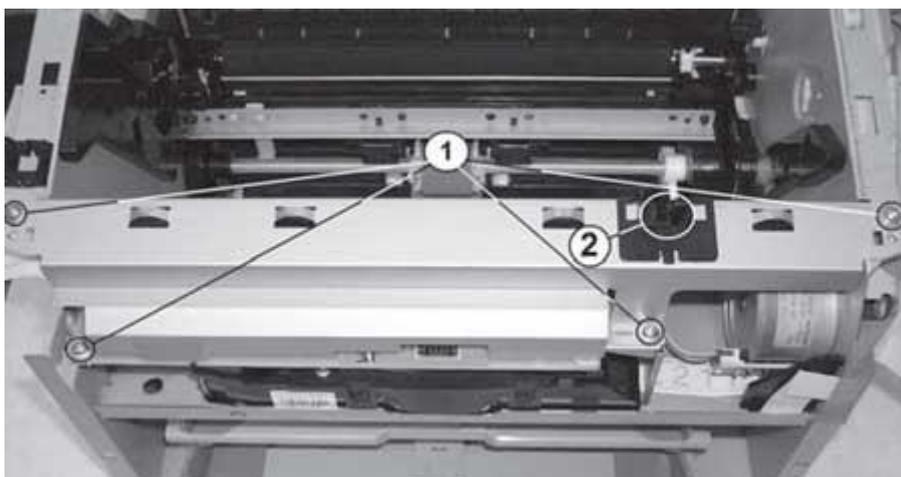
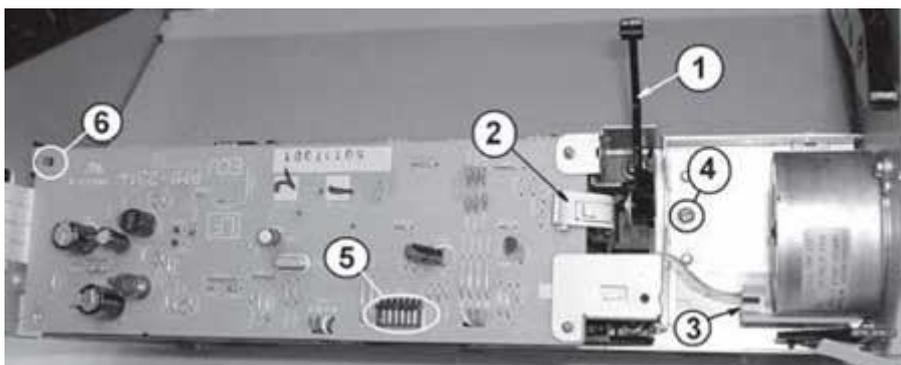

Рис. 28. Винты крепления защитного ограждения
Рис. 30. Снятие шторок
1. Откручивают четыре винта крепления защитного ограждения (рис. 28, поз.1).
3. Перемещают рычаг привода шторки вниз до выхода фиксатора за пределы сектора на шторке и вынимают из отверстия шторки (рис. 30, поз. 1).
4. Отключают плоский шлейф от платы питания (рис. 7, поз. 2), шлейф управления лазером на плате ECU (рис. 30, поз. 2) и разъем от двигателя привода (поз. 3).
7. Откручивают винт крепления кронштейна платы (рис. 30, поз. 4), приподнимают плату, отключают от блока лазера разъем управления двигателем квадратного зеркала (рис. 31, поз. 1) и снимают плату в сборе с кронштейном.
Сборку выполняют в обратном порядке. Обращают внимание на установку рычага привода шторки лазера и кронштейна крепления шлейфа, а также на посадку платы отверстием на фиксатор (рис. 30, поз. 6). При установке защитного ограждения убеждаются в расположении рычага привода шторки в пазу пластмассовой направляющей, установленной на ограждении (рис. 28, поз. 2). Нажатием на рычаг проверяют работу шторки, фиксируют шлейф скотчем.
Устанавливают картридж, загружают бумагу в приемный лоток и включают принтер. При выходе на готовность (горит индикатор "Готов" на панели) запускают встроенный тест "матроска". Для запуска теста замыкают 1 и 6 контакт (крайние) разъема J901, расположенного на плате ECU (рис. 30, поз. 5). Разъем J901 доступен только при снятой передней крышке. Тест проверяет работоспособность основных узлов: блока лазера, платы источника питания, узла термозакрепления, двигателя транспорта бумаги и датчиков принтера. При успешном выполнении теста подключают принтер к компьютеру и распечатывают тестовую страницу. Визуально оценивают качество полученной распечатки.